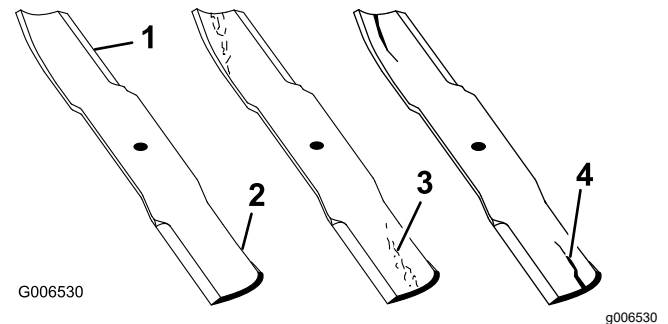

Bild 75
1. Untersuchen Sie die Schnittkanten (**Bild 75**).
4. Wenn Sie Risse, Verschleiß oder Rillenbildung in diesem Bereich feststellen, sollten Sie sofort ein neues Schnittmesser einbauen (**Bild 75**).